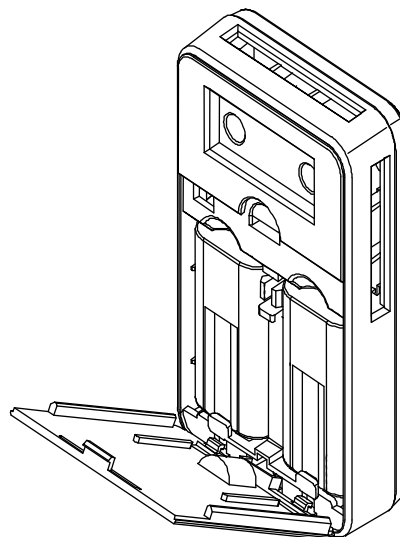

図21
- (1) 電池ふたを外します（図21参照）。
- (2) 電池上部の切り欠きに指を入れ、古い電池を引き抜きます。
- (3) 本体の電極表示（+と-）を確認して、新しい電池を入れます。